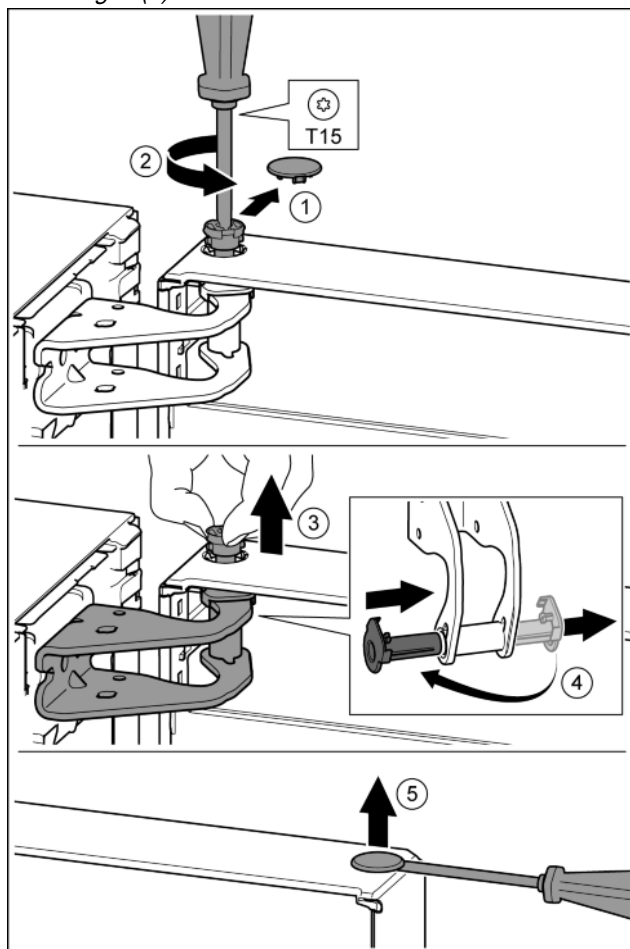

Fig. 10
- ▶ Ostrożnie zdjąć osłonę zabezpieczającą. Fig. 10 (1)
- ▶ Sworzeń wykręcić nieco przy pomocy śrubokręta T15. Fig. 10 (2)
- ▶ Przytrzymać drzwi i wyjąć sworzeń palcami. Fig. 10 (3)
- ▶ Tuleję łożyskową wyjąć z prowadnicy. Założyć z drugiej strony i zażebić. Fig. 10 (4)
- ▶ Zatyczkę ostrożnie podważyć przy pomocy śrubokręta i wyjąć z tulei łożyskowej drzwi. Fig. 10 (5)